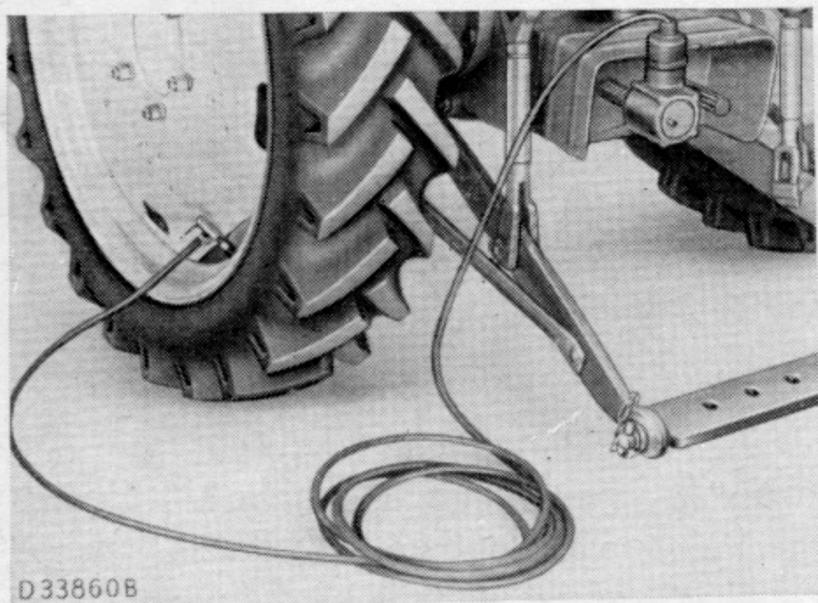

Bild 88
- a) Reifenfüller auf die linke hintere Zapfwelle stecken und mittels Spannbügel am Zapfwellenschutzblech stehend befestigen (Bild 88).